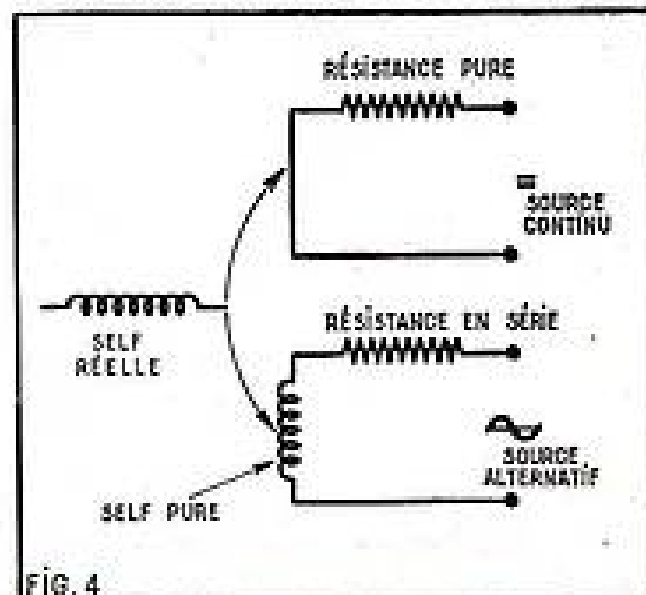

FIG. 4
Dans une boîte à conserve en fer blanc (boîte à petits pois), découper une pièce selon la figure 4. A la pince bec-ronds, faites des ondulations dans les trois branches de fixation. Replier la partie Z à 90° selon le pointillé de la figure 4, à la pince plate. Former aussi la partie F de telle sorte que la branche se trouve au centre de la partie repliée. Cette partie ainsi équilibrée, n'aura pas tendance à se placer de travers sous l'attraction de l'aimant. Avec une pointe et un marteau, percer un trou (Y) il servira à accrocher l'extrémité du ressort (O) et à le souder. La corde à piano se soude difficilement. Si vous n'y parvenez pas, noyez tout simplement le bout replié sous une gouttelette de soudure.
Récupérer un vieil écouteur de 500 à 5 000 Ω (ou fabriquer deux petites bobines à fer de 30 à 40 mm² et de 500 à 1 000 spires de 2/100^e). Enlever les deux bobines du boîtier de l'écouteur et débarrasser-les de l'aimant en fer à cheval qui les réunit. Il n'est pas assez puissant pour notre montage. Remplacez-le par un aimant puissant et convenablement polarisé. Placer le NORD de l'aimant contre le fer de l'une des bobines et le SUD contre le fer de l'autre bobine (figure 4). Nous avons utilisé l'aimant d'un vieux galvanomètre sa forme en demi-lune le désignait pour cet usage (J). Il suffit de coller de lui-même l'aimant sur le fer des bobines et, ceci fait,
de parfaire ce mariage avec une bordure de Seccotine pour obtenir un ensemble solide. On obtient ainsi un électro-aimant très puissant. Vous le fixerez face à la partie vibrante (figure 4), à l'aide de deux brides de serrages (H), en laissant subsister le minimum d'entrefer.
Ainsi, il se pourrait fort bien que la résistance — pratiquement inévitable — présentée par le fil même qui a servi à la confection de la bobine et que l'on place, comme le confirment les calculs, en série (fig. 4) avec une self réputée alors pure, que cette résistance donc soit du même ordre de grandeur que la résistance interne de l'appareil de mesure ; comme la première de ces résistances n'est nullement séparée de la bobine elle-même, il serait bon de vérifier les résultats déjà acquis par une sorte de contre-mesure en plaçant le voltmètre (fig. 5), d'abord, directement aux bornes de la self, et ensuite aux bornes de l'en-